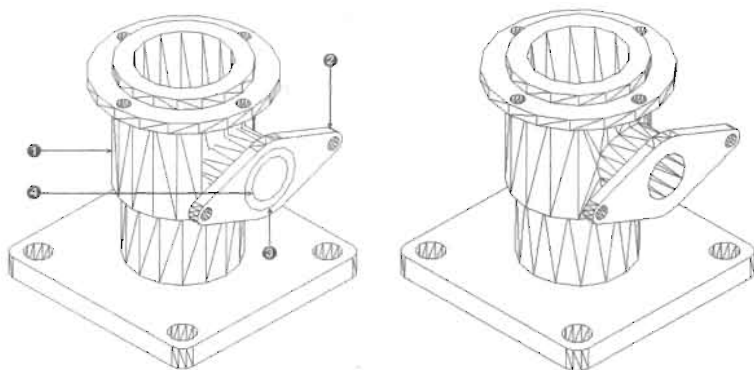

图 14-166
(9) 如图 14-166 (左) 所示, 执行 Subtract 命令, 用实体 1、2 和 3 减去实体 4, 完成模型的制作, 最终效果如图 14-166 (右) 所示。